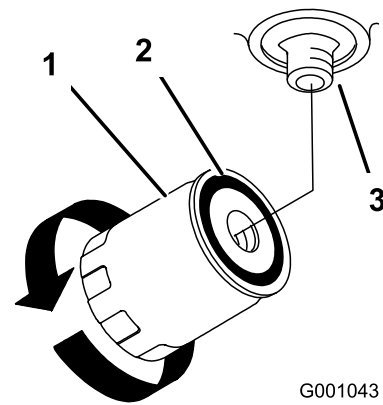

Figura 49
5. Retire el filtro usado y limpie con un paño la superficie de la junta del adaptador del filtro (Figura 49).
9. Cuando el filtro hidráulico esté lleno, gire el filtro en el sentido de las agujas del reloj hasta que la junta de goma entre en contacto con el adaptador del filtro, luego apriete el filtro 1/2 vuelta más (Figura 49).